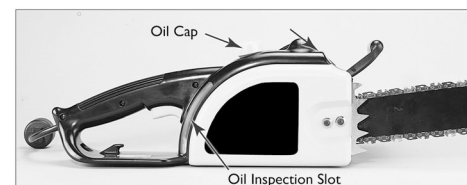

Fig. 6
**OPMERKING:** Uw kettingzaag heeft een automatisch smeersysteem en dat is de ENIGE smering die het zaagblad en de ketting krijgen (Fig. 6).